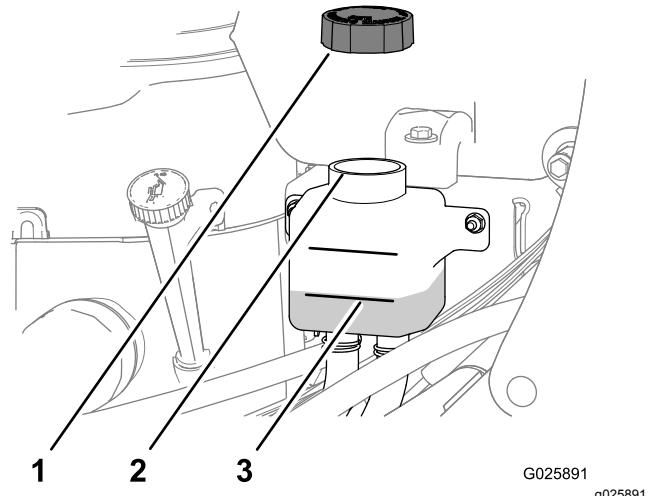

Figure 64
3. Enlevez le bouchon du vase d'expansion et contrôlez le niveau de liquide hydraulique à l'intérieur (Figure 64).
4. Au besoin, faites l'appoint de liquide de transmission spécifié jusqu'à ce que le niveau atteigne le repère maximum à froid sur le vase d'expansion (Figure 64).